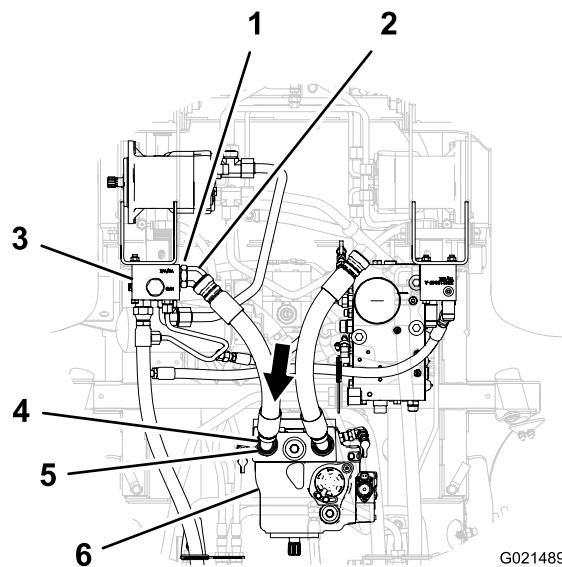

Figura 19
5. Instale el acoplamiento de 45° de la manguera de presión con el acoplamiento recto de la bomba hidráulica (Figura 19).
6. Enrosque el acoplamiento de 45° de la manguera de presión en el acoplamiento recto de la bomba hidráulica (Figura 19).
7. Apriete la contratuercas del acoplamiento hidráulico de 45° del colector del divisor de flujo (Figura 19).